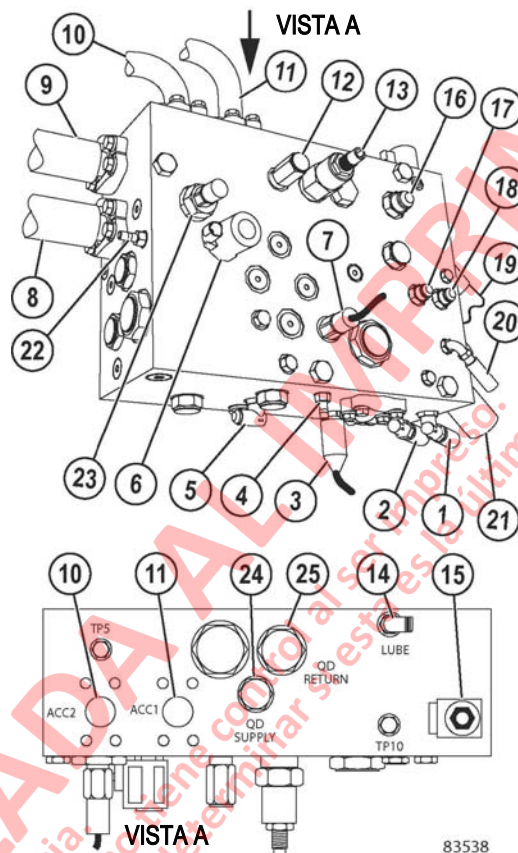

FIGURA 50-2. MÚLTIPLE DE PURGA
6. Desconecte los cables eléctricos de los solenoides (6, Figura 50-2) y (15), el interruptor de presión (7) y los sensores de presión (3) y (23).
2. Desconecte las líneas hidráulicas. Instale O-ring nuevos en los acoples de las bridas y asegure las mangueras en los puertos correspondientes (Vea Figura 50-2). Apriete firmemente las conexiones.
3. Fije los cables eléctricos a los solenoides (6, Figura 50-2) y (15), el interruptor de presión (7) y los sensores de presión (3) y (23). Si se desmontaron las válvulas de inspección o de alivio, instale sellos de O-ring nuevos antes de instalarlos en el múltiple de purga.